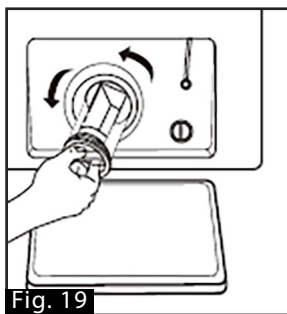

Fig. 19
5. Abra el filtro girándolo en sentido antihorario (Fig. 19).